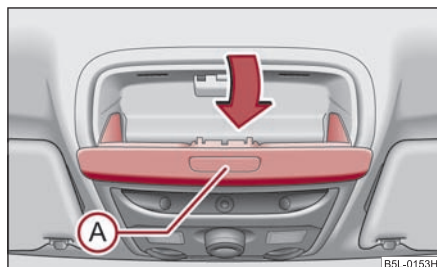

Fig. 125 Imagine din plafon:
- Apăsăți tasta **(A)**, compartimentul se rabatează în jos ⇒ fig. 125.